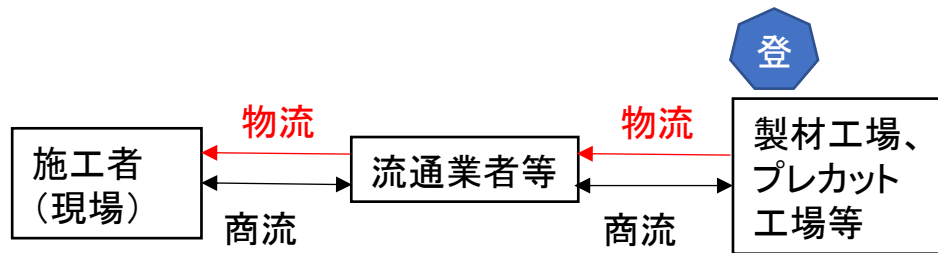

図4. 登録事業者から直に納品されない場合その1
- ① 図4のとおり製材工場、プレカット工場等が登録事業者であっても、施工者(申請者)や流通業者等が登録業者等ではない場合は、合法性が確認できません。